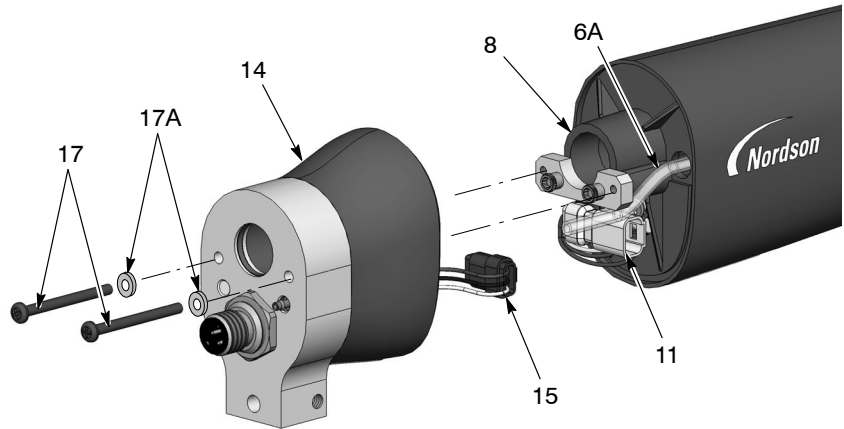
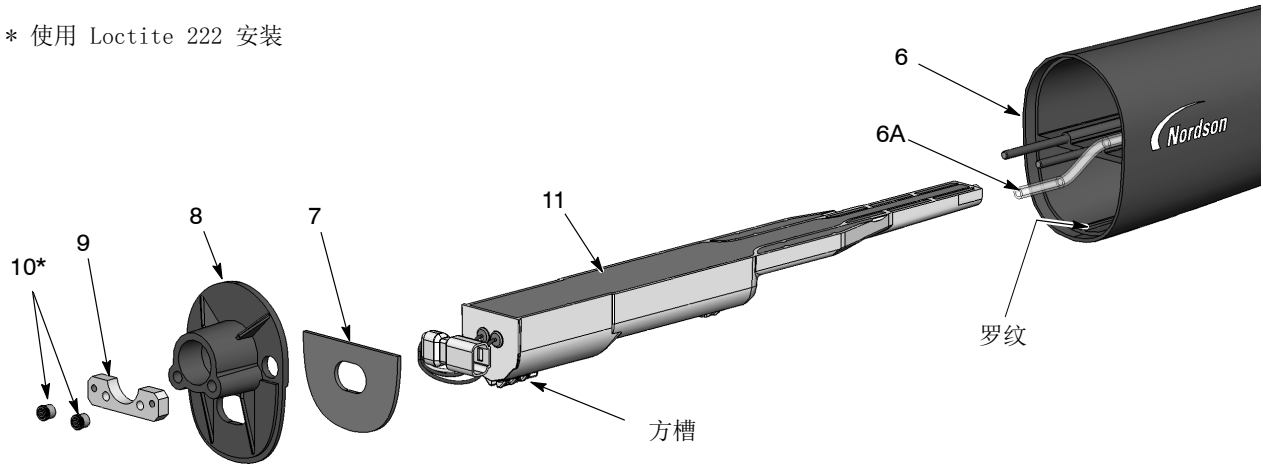

图 22 杆座喷枪拆卸 (1/3)
图 23 杆座喷枪拆卸 (2/3)
4. 请参见图 23。使用 $\frac{1}{8}$ 英寸六角扳手，从隔板 (8) 上卸下两个内六角螺母 (10) 和螺钉板 (9)。然后从枪体 (6) 上拆下隔板，使电源线束穿过隔板。
5. 将电源 (11) 滑出枪体。
7. 垫圈 (7) 以压敏胶固定在隔板上。如果垫圈损坏，请更换新垫圈。
1. 请参见图 23。将电源 (11) 安装到枪体 (6) 中，确保枪体罗纹与电源上的方槽匹配。将电源牢固地插入枪体。
2. 将电源线束穿过隔板，然后将隔板 (8) 和螺钉板 (9) 安装在枪体螺柱上。将 Loctite 222 涂到内六角螺母 (10) 上，然后将螺母安装到螺柱上，并使用 $\frac{1}{8}$ 英寸六角扳手将其拧至 0.45 N•m (64 英寸-盎司)。
3. 请参见图 22。将插座线束 (15) 连接至电源线束 (11)。将线束连接器 (11、15) 塞入后部枪体组件中，如图所示位置。
4. 将透明过滤器管 (6A) 连接到后部枪体组件 (14) 内侧的倒钩接头。将其其他所有透明空气管道穿入枪体，然后用螺钉 (17) 和止动垫圈 (17A) 将后部枪体组件安装到隔板上。